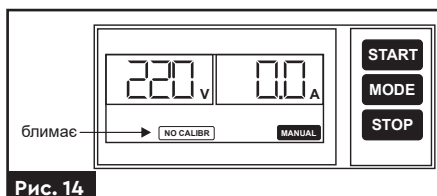

Рис. 14
1. Ввімкніть електроживлення. На дисплеї з'являться написи, що зазначені на **рис. 14**.